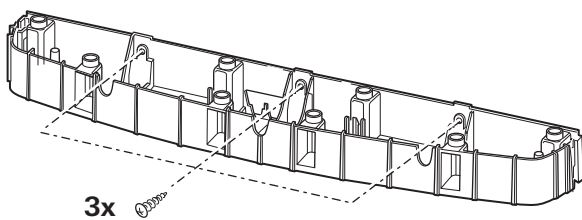

Abb. 17
- ▶ **S 3004:** Träger am Einbaurahmen mit 3 Schrauben 3,5 x 16 mm befestigen (Abb. 17).